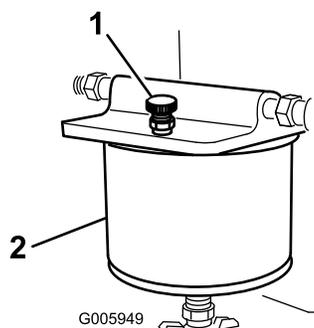

Рисунок 33
3. Откройте стравливающий винт наверху топливного фильтра, чтобы стакан заполнился топливом (Рисунок 33).